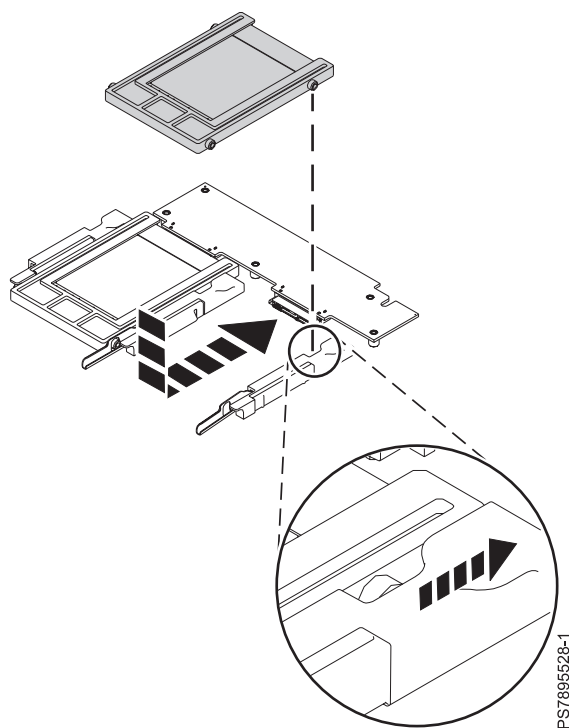

Figure 20. Installation d'un support d'unité SSD
Pour savoir comment installer l'unité de disque, voir figure 20.
9. Insérez le support dans l'unité de disque et poussez-le vers l'arrière du noeud de traitement (voir figure 20, à la page 54). L'unité SSD s'enclenche lorsqu'elle dépasse le levier situé à l'avant du tiroir.